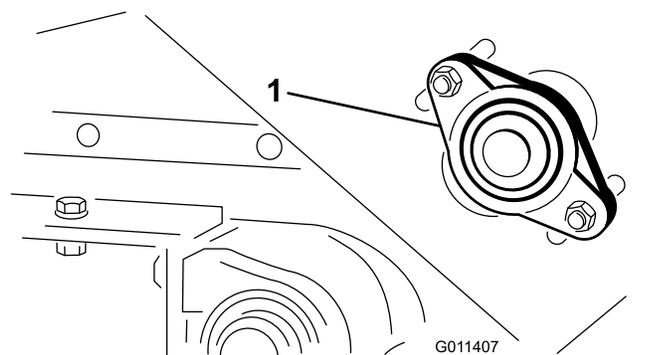

Рисунок 22
1. Ослабьте гайки крепления корпуса подшипника (Рисунок 22) на правой стороне машины.